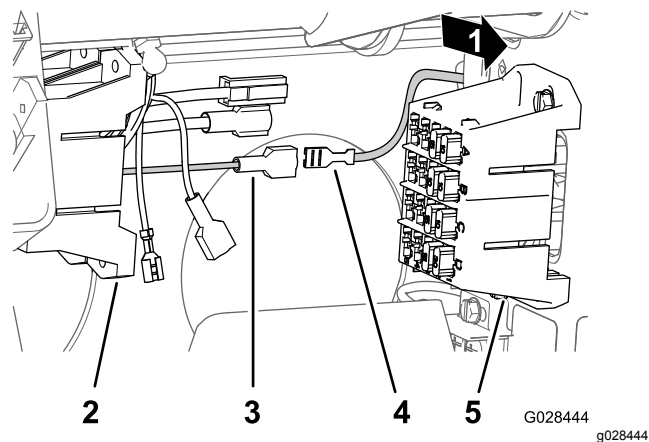

Figure 23
4. Localisez la borne femelle non isolée au bout du câble jaune libre du porte-fusibles de la machine et la borne mâle isolée au bout du câble jaune optionnel du porte-fusibles du câblage du pulvérisateur (Figure 23).
5. Branchez la borne femelle non isolée du porte-fusibles de la machine à la borne mâle isolée du porte-fusibles du câblage du pulvérisateur (Figure 23).